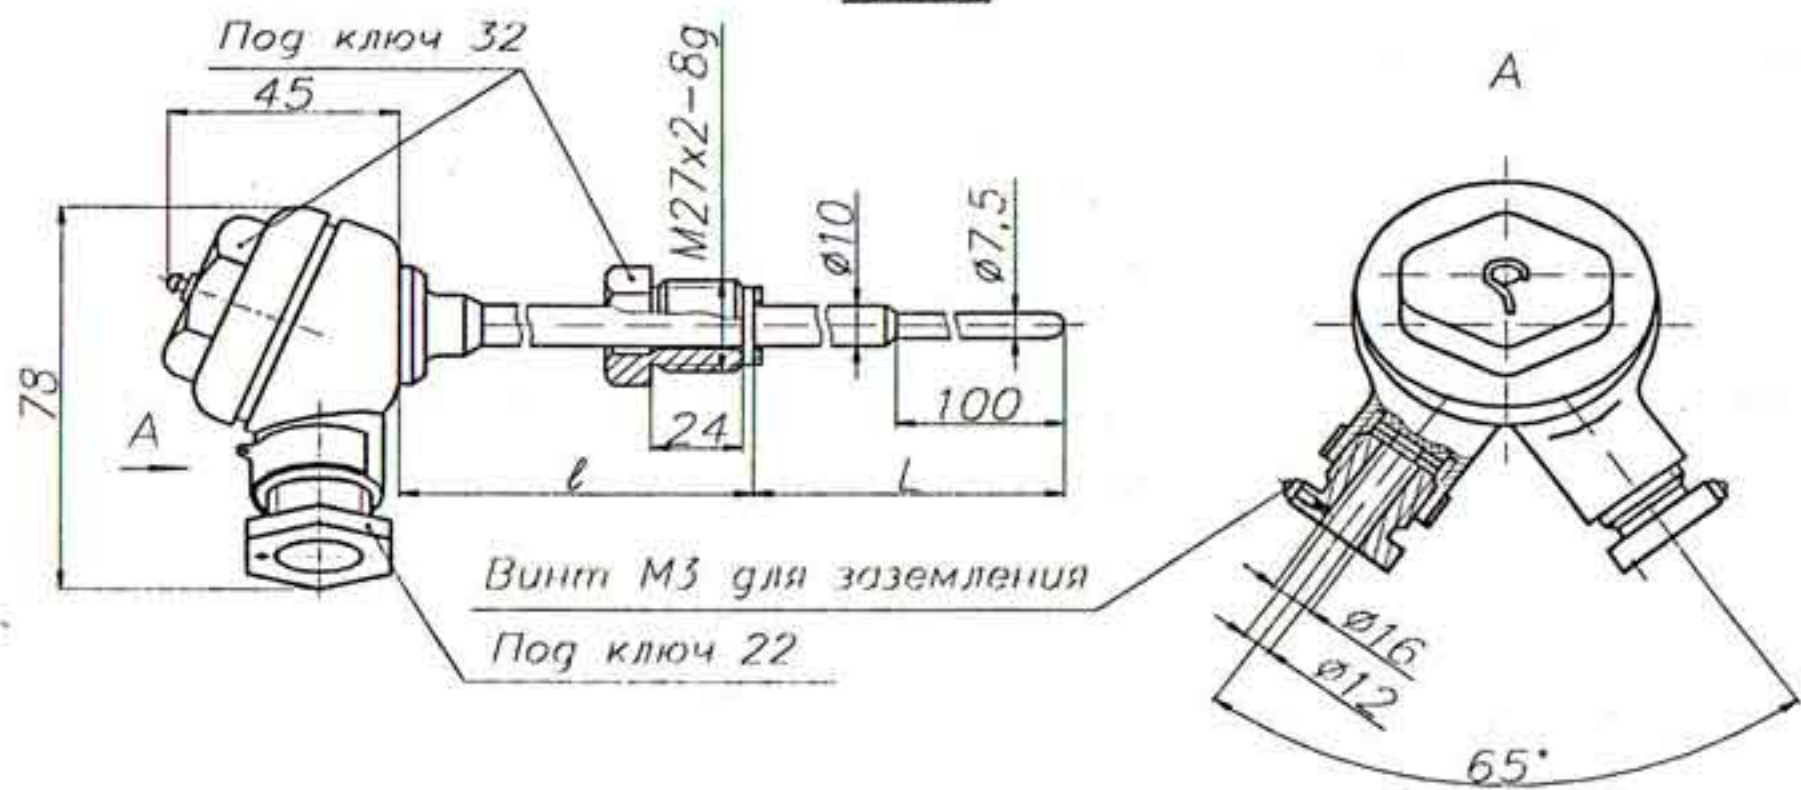

Рис. 7
Для ремонтных нужд крепление ТСП-8040 рис.7, 8 осуществляется с помощью шульца с резьбой М22х1,5-8g.
* Для ТСП-8040 рис.7 D₁=12 при М22х1,5-8g, D₁=16 при М27х2-8g.